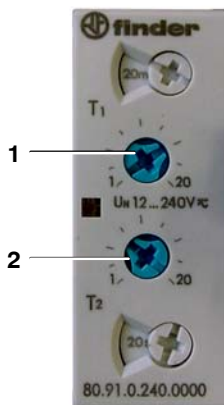

Fig. 51 Relè a tempo Q2 (motore elettrico)
Q2 è un relè a tempo industriale con 1 contatto di commutazione. Per il comando del dispositivo automatico di scarico della condensa vengono regolati i tempi di impulso e pausa tramite i regolatori t1 (1, Fig. 51) e t2 (2). t1 è regolato di fabbrica su 15 minuti e t2 su un tempo di sfiato di 6 secondi.